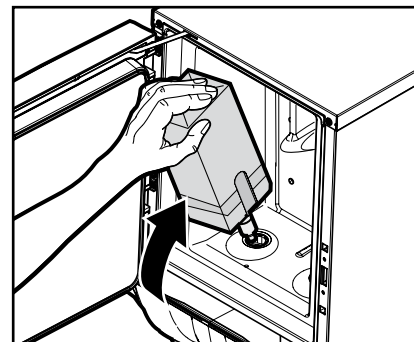

Fig. 20
7. Sett inn produktpakken. (Fig. 20)